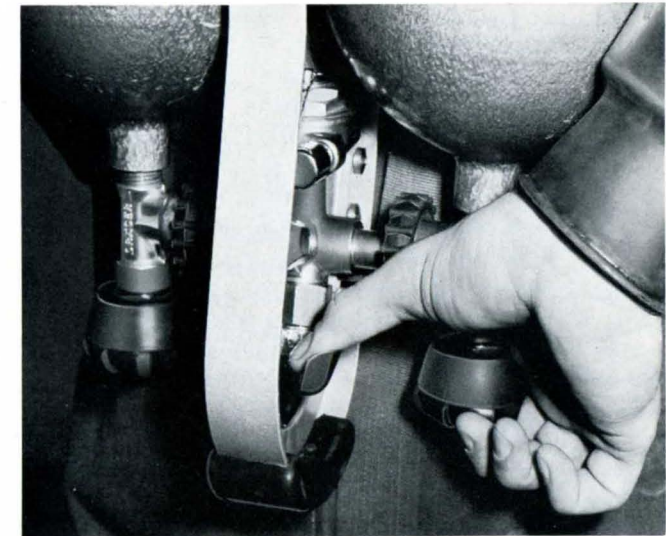

Abb. 6 Umlegen der Reserveschaltung
- 2.2.13. Sobald der Preßluftvorrat bis zu einem Restdruck von etwa 40 kp/cm2 verbraucht ist, steigt der Atemwiderstand langsam an. (Achtung – bei strenger Kälte steigt der Atemwiderstand schneller!) Nach Umlegen des Reserveschalthebels mit dem Daumen der rechten Hand (Abb. 6) wird der Atemwiderstand sofort wieder normal.